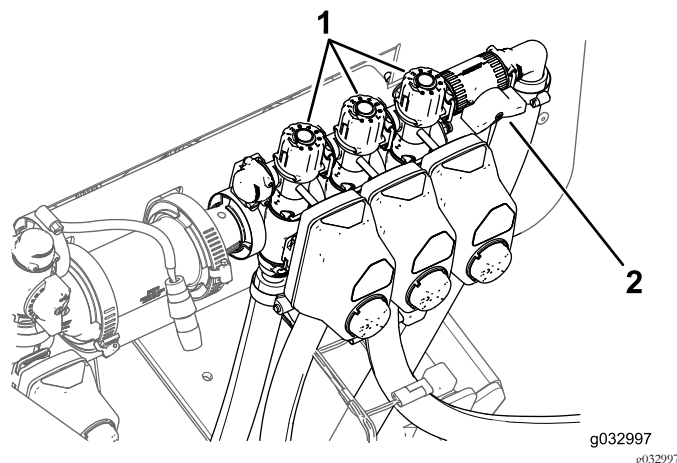

Figura 129
9. Desligue a rampa esquerda e ajuste o manípulo de distribuição da rampa (Figura 129) até que a leitura da taxa se encontre no nível anterior.
11. Ajuste o manípulo de distribuição da rampa direita (Figura 129) até que a leitura da taxa se encontre no nível anterior.
13. Ajuste o manípulo de distribuição da rampa central (Figura 129) até que a pressão se encontre no nível anterior.